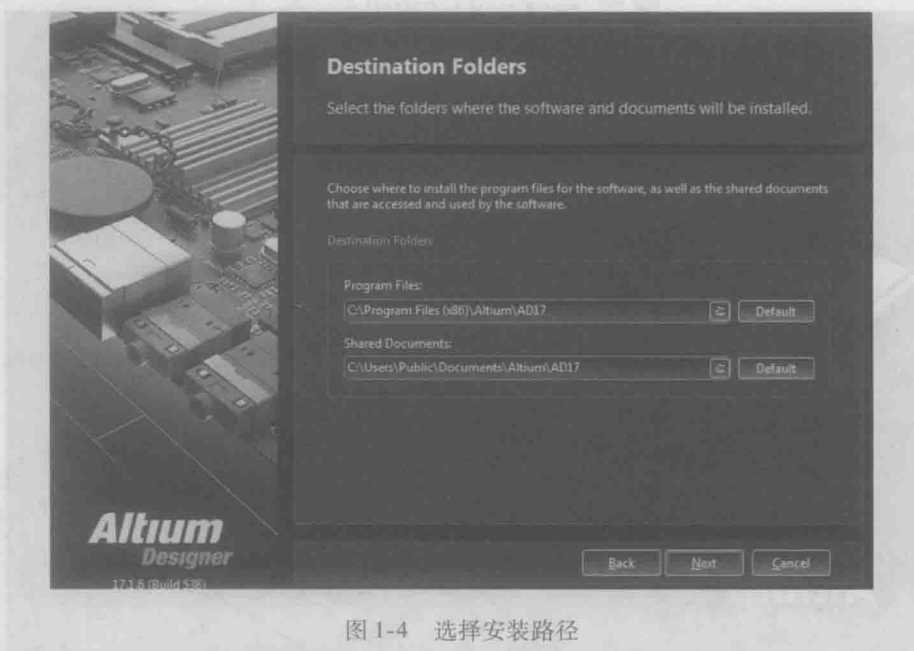

图 1-4 选择安装路径
④在如图 1-4 所示的对话框中,选择软件安装和共享文件的路径,单击“Next”按钮进入下一步。